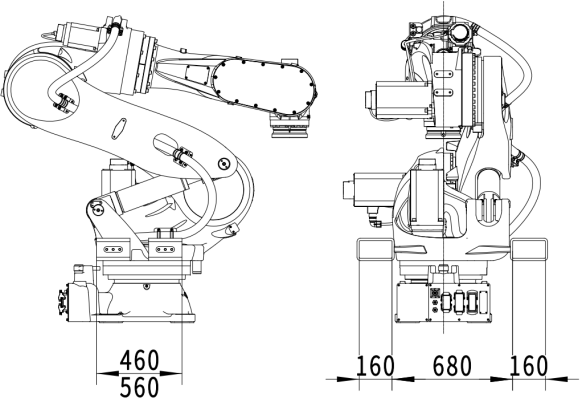

图 3.3.1
叉槽仅作为叉车搬运用的夹具，安装在机器人底座上。如下图所示叉槽夹具适用搬运尺寸，如图3.3.1所示。
- (1) 必须把机器人调整到搬运姿态（参考图3.3.1）。
- (2) 使用能够承受机器人重量的托盘。
- (3) 将机器人用M12螺栓固定在托盘中间。禁止在托盘边沿放置机器人。
(4) 搬运时，必须缓慢平稳，防止机器人在搬运过程中晃动。